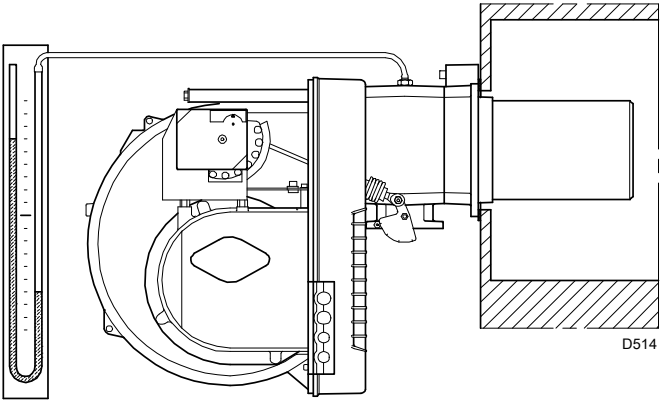

图 27
- 在管路接口处的燃气压力测试点上安装一个 U 型压力表（图 27）。
燃气到达管路接口处时会显示在 U 型压力表（图 27）上。
参考数值一般可在第 页 20 中查到，在 U 型压力表上读出燃气压力 (见图 27 页 24)，并按 页 20 上所示进行操作。